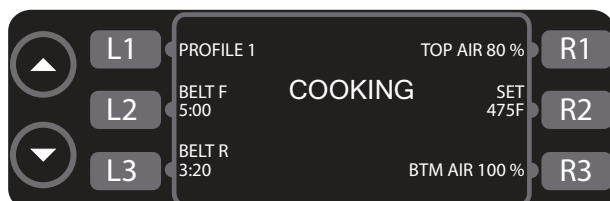
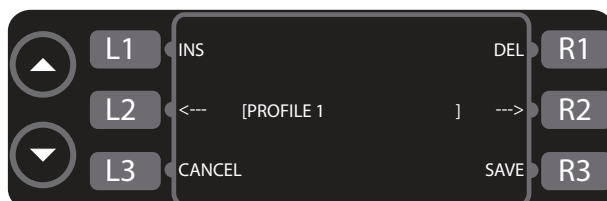

Figure 9 : Écran de cuisson
Figure 10 : Écran de changement de nom
Quand l'option rigide est activée pour un réglage donné, la touche de fonction adjacente (Figure 9) est désactivée et aucune modification de menu n'est permise.
1. Dans l'écran de cuisson (Figure 9), appuyez sur L1 pour accéder à l'écran de changement de nom (Figure 10).
1. En vous reportant à la Figure 9, appuyez sur la touche de fonction à côté du tapis du transporteur que vous voulez régler (appuyez sur L2 pour le tapis avant [Belt F] ou sur L3 pour le tapis arrière [Belt R]).
1. Appuyez sur R2 (Figure 9, page 11) pour accéder aux commandes de température.
1. Appuyez sur R1 (Figure 9, page 11) pour accéder aux commandes d'air du haut ou sur R3 pour accéder aux commandes d'air du bas.